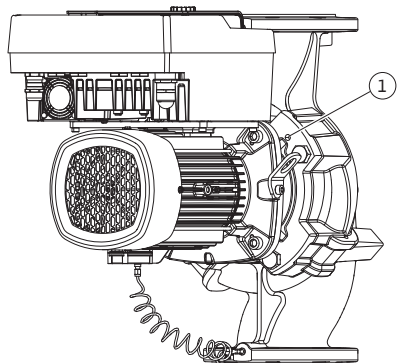

Fig. 10: Pressionar o conjunto de encaixe através dos orifícios roscados
Para o modelo da bomba (Fig. III e Fig. IV) desapertar os parafusos (pos. 29). Utilizar os dois orifícios roscados que se encontram ao lado (Fig. 10, pos. 1) e utilizar os parafusos adequados disponibilizados no local (por exemplo, M10 x 25 mm).